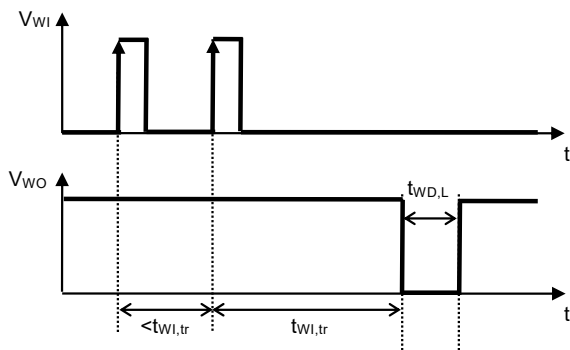

图11 看门狗触发时间
- \*1. 看门狗定时器进行超时或双脉冲检测后, WO端子保持 "L" 的时间 (参阅图11)。此值可以通过 $C_{DLY}$ 的电容值进行更改。
- \*2. 从看门狗定时器开始进行触发信号检测后, 到检测出超时, 并且WO端子输出变化为 "L" 为止的时间 (参阅图11)。此值可以通过 $C_{DLY}$ 的电容值进行更改。